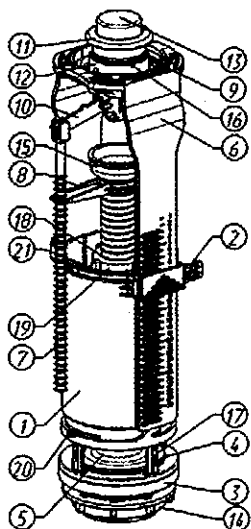

Рис.1
1.1 Арматура спускная WC7010 (рис.1) представляет собой устройство, приводимое в действие вручную и обеспечивающее автоматический слив воды из смывного бачка в унитаз.